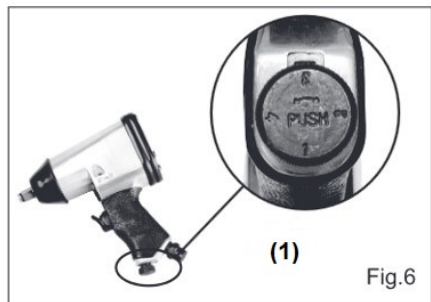

Fig.6
5. Regolare il flusso d'aria spingendo il regolatore d'aria e la manopola verso il basso dalle posizioni 1 a 4 **(1)**, Fig. 6) e allineando l'impostazione numerica desiderata con la freccia inserita (posizione 1 = flusso d'aria più basso, posizione 4 = flusso d'aria più alto).